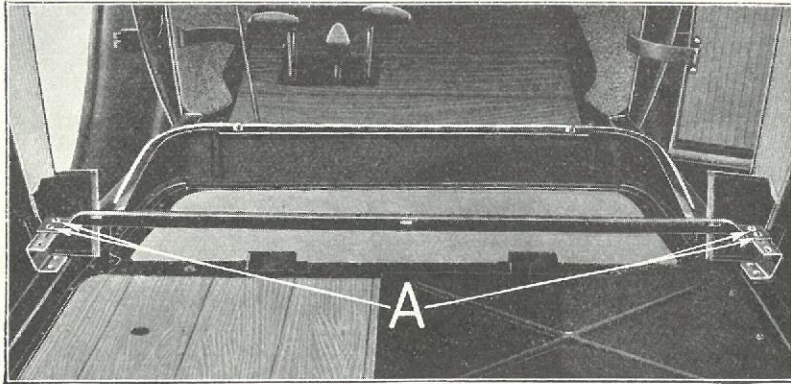

Fig. 574
- 1279** En simpel Metode til at flytte Sædet tilbage i Vogne forsynet med den tidligere Type Støtter er først at udtage Sædestangen, som beskrevet i Paragraf 1265, og derefter bolte en lille Staalplade paa hver af de to Støtter, som vist i Fig. 574. Disse Plader tjener som en Forlængelse af Støtterne og tillader en Tilbageflytning paa 5 cm af Sædet, paa samme Maade som det